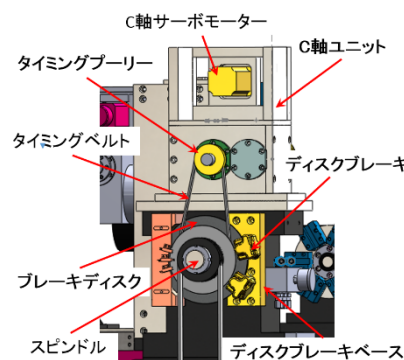

図 2 C 軸ブレーキ部
2.1 C 軸ブレーキ C 軸の油圧ブレーキは制動力を 3 段階に切り替えられるようにした。C 軸結合後の原点復帰時には低圧で弱く制動することにより主軸のふらつきを抑え、C 軸を回転制御しながら加工する際には中圧で使用し、C 軸割出し後クランプしてミーリング加工する際には高圧でしっかり固定する構造とした(図 2 参照)。